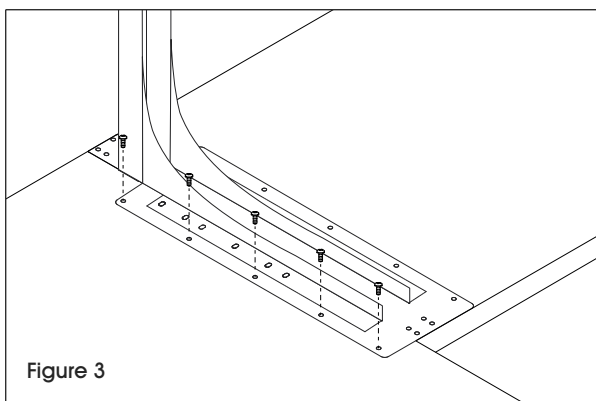

Figure 3
1. Après avoir positionné les deux cadres de table debout, glissez l'extension en L sous la table de base du côté droit ou gauche. Assurez-vous que les coins de table sont parfaitement alignés. (Voir Figure 3)
2. À l'aide de cinq vis à bois, fixez le pied en L (6) sur le dessous de la surface de 72 po (5).